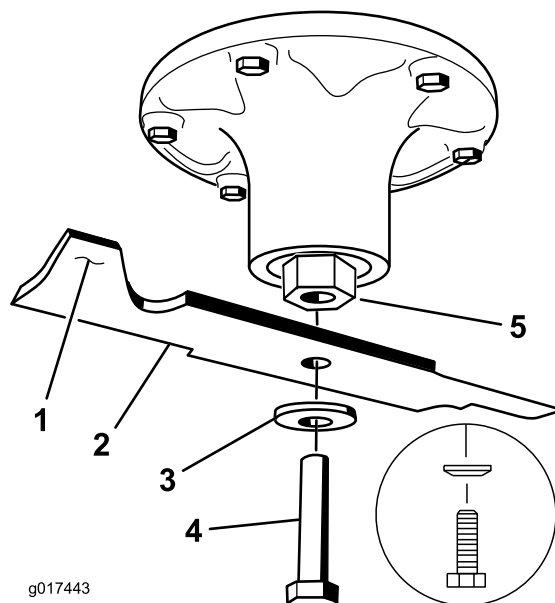

Figure 70
2. Enlevez de l'axe, le boulon, la rondelle bombée et la lame (Figure 70).
1. Placez la lame sur l'axe (Figure 70).
2. Montez la rondelle bombée et le boulon de lame (Figure 70).